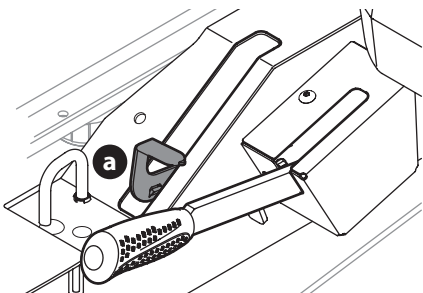

Figure 34
1. Enclenchez les soupapes de dérivation de la transmission en tirant le levier de dérivation (a) vers l'extérieur, puis vers le haut et jusqu'en arrière (Figure 34).
2. Pour débloquer le levier de dérivation (a), poussez le levier vers l'avant (Figure 34).